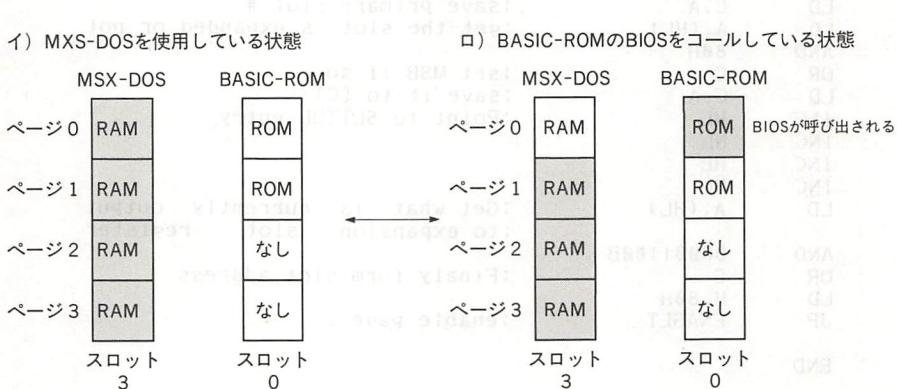

図5.41 インタースロットコールのされ方
- (1)初めは MSX-DOS モードなので 64K のアドレス空間すべてに RAM が選択されており、このままでは BASIC-ROM をアクセスできない(図 5.41-イ).
- (2)ROM の BIOS を呼び出すためにページ 0 を BASIC の MAIN-ROM に切り換える。アクセス可能な状態にする。そして BIOS を呼び出す(図 5.41-ロ).
- (3)BIOS の処理が終わったら再び元の状態に戻し、初めに呼ばれたアドレスにリターンする。